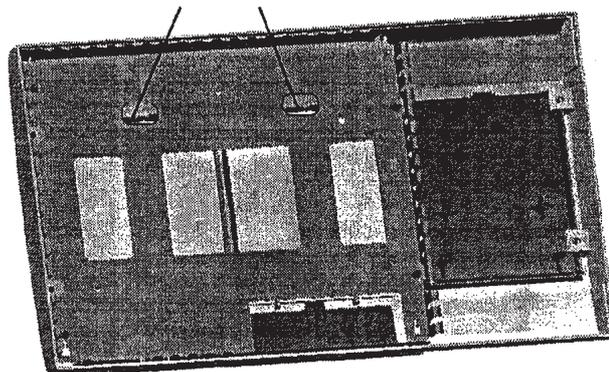

Figura 4. Agujeros en el apantallamiento para inserción de un destornillador.
8. Insertar un destornillador en el agujero en el apantallamiento y suavemente sacar el Módulo Indicador. Ver la Figura 4.